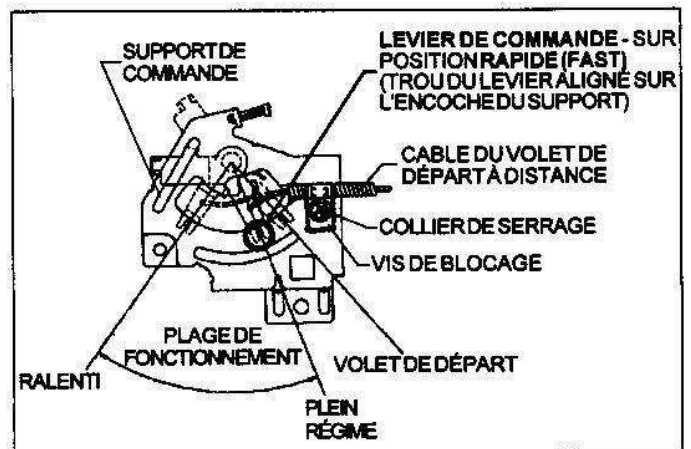

FIGURE 2B
- A. Mettre la commande de la machine ou le levier de commande du moteur (Figure 2B) sur «VOLET DE DÉPART» ou «DÉMARRAGE». **REMARQUE: SI ON REMET EN MARCHÉ UN MOTEUR ENCORE CHAUD APRÈS UNE COURTE PAUSE, METTRE LE LEVIER DE COMMANDE SUR «RAPIDE» AU LIEU DE «VOLET DE DÉPART».**
COMMANDES DU MOTEUR (Figure 2B) :